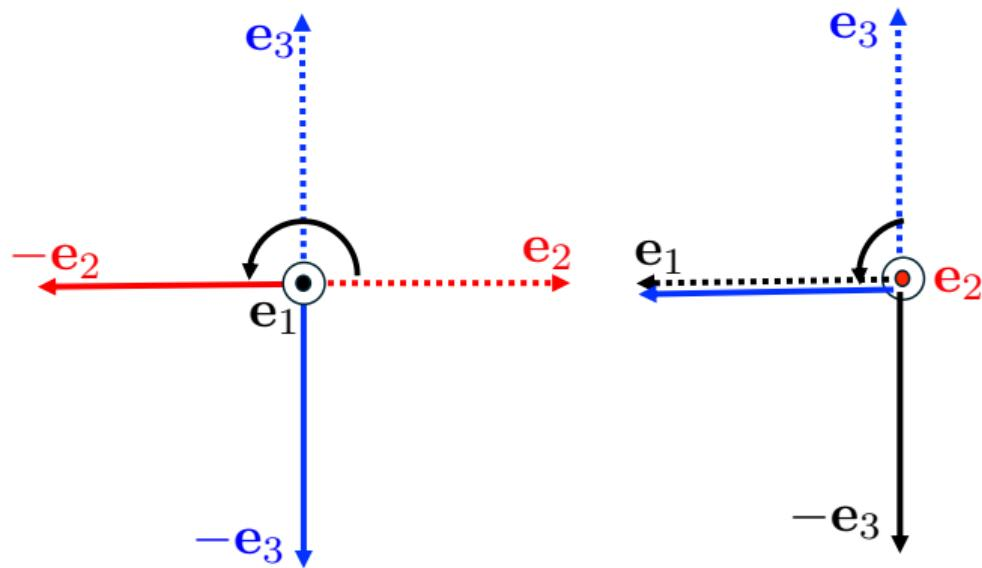

図 2: 回転操作: (左) x_1 軸まわりに π 回転させた際の単位ベクトル. (右) x_2 軸周りに $\frac{\pi}{2}$ 回転させた際の単位ベクトル.
4.3.2. 等方弾性体の Hooke の法則 (4)
- T' は T における $e_2 \rightarrow -e_2$ および $e_3 \rightarrow -e_3$ としたものであるので (図 2 左)
4.3.2. 等方弾性体の Hooke の法則 (6)
- x_2 軸周りに $\frac{\pi}{2}$ 回転させた T'' を考える(図 2 右). この時, T'' は基底ベクトルを $e_1 \rightarrow -e_3$, $e_3 \rightarrow e_1$ と変換したものなので,